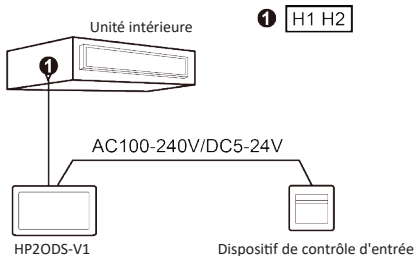

Fig.5.12 Mode de raccordement 1 de la commande filaire et du contrôle d'entrée
- ① Le HP2ODS-V1 de la figure 5.12 doit être défini comme dispositif HBS maître.